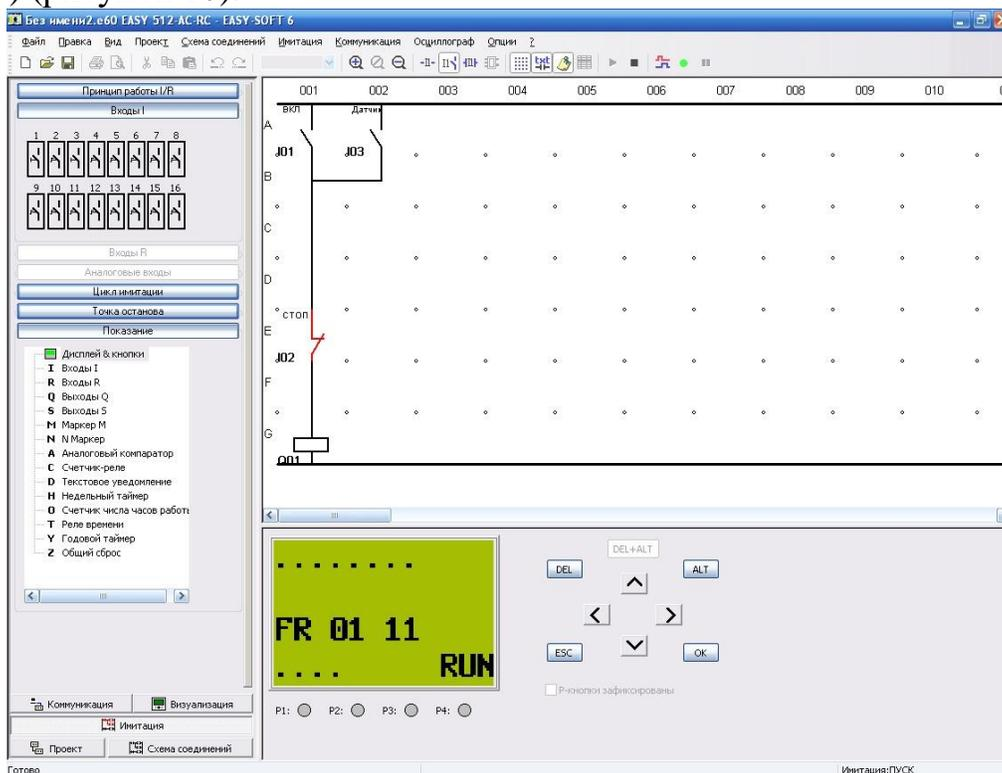

Рисунок 10 - Интерфейс Easy Soft Pro в режиме «Имитация»
Этот режим предназначен для проверки правильности работы созданной схемы управления. В этом режиме экран EASY Soft разделен на три части: панель инструментов (1), панель свойств (2), окно схемы соединений (3) (рисунок 10).